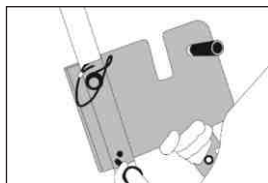

Fig. 1
- 2) Fissarla tramite i 2 pistoncini di posizionamento a sfera (installazione temporanea) o tramite gli elementi di viteria inclusi nel kit (installazione permanente) facendoli scivolare/avvitandoli nei fori di regolazione della gamba (Fig. 1). La piastra si trova all'esterno del treppiede e la vite nera deve essere nella parte bassa della piastra.